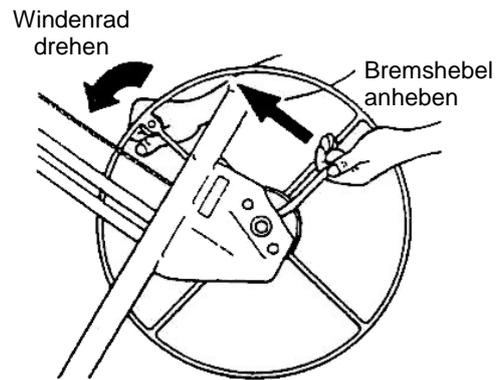

Bild 2
- a. Halten Sie das Windenrad und den Bremshebel wie in **Bild 2** dargestellt. Heben Sie den Bremshebel etwas an, um die Bremse zu lösen. Drehen Sie dann das Windenrad gleichzeitig vorsichtig vorwärts.